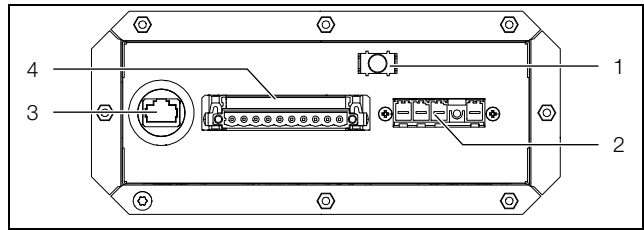

Imagen 33: Caja de conexión
- El apantallado del cable puede conectarse dentro de la caja de conexión con el borne de puesta a tierra al armario (imagen 33, pos. 1).